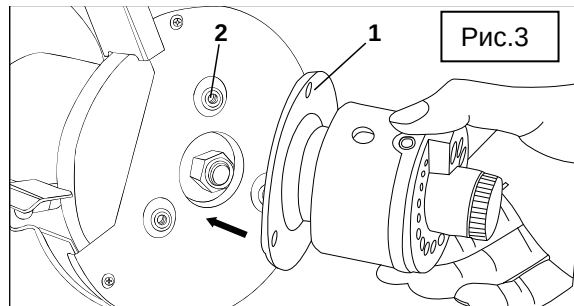

Рис.3
1. Открутите 3 винта бокового защитного кожуха (2) (рис.3).
2. Присоедините насадку для заточки сверл (1) (рис.3) через адаптер, входящий в комплект насадки к валу двигателя.